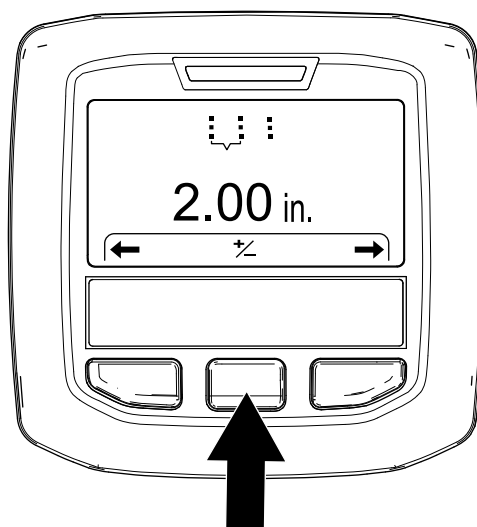
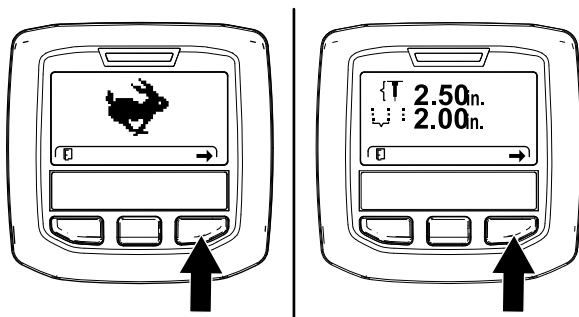

Figura 55
Figura 54
3. Apăsai butonul InfoCenter din dreapta până când se afiează ecranul Setting the Hole Spacing (Setare spaiere găuri) (Figura 54 i Figura 55).